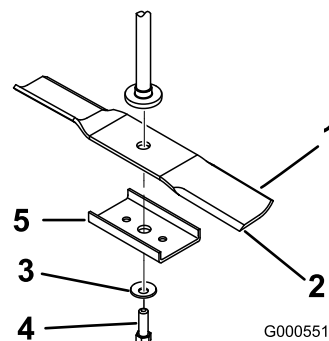

Figura 46
2. Retire el perno de la cuchilla, la arandela curva, el refuerzo y la cuchilla del eje (Figura 46).
1. Instale la cuchilla en el eje (Figura 46).
2. Instale el refuerzo de la cuchilla, la arandela curva (con la copa hacia la cuchilla) y el perno de la cuchilla (Figura 46).